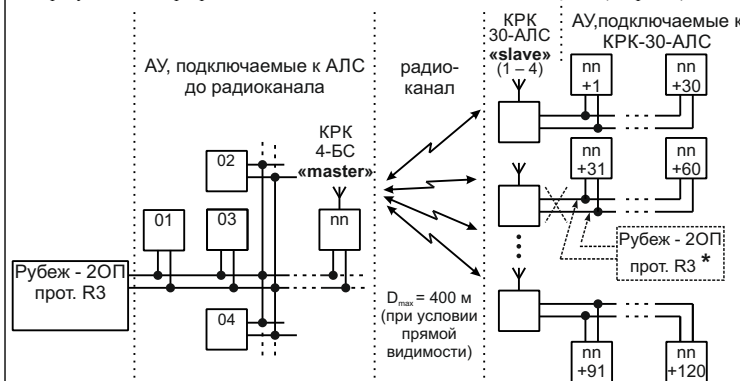

Рисунок 5
7.4 Настройку АУ и проверку топологии на участках АЛС, подключенных к «slave» конвертерам рекомендуется проводить прибором Рубеж-2ОП, который временно подключается к АЛС на данных участках. При этом, рабочую конфигурацию системы в приборе изменять не требуется. Конвертеры КРК-30-АЛС необходимо отсоединить от АЛС (см. рис. 5).